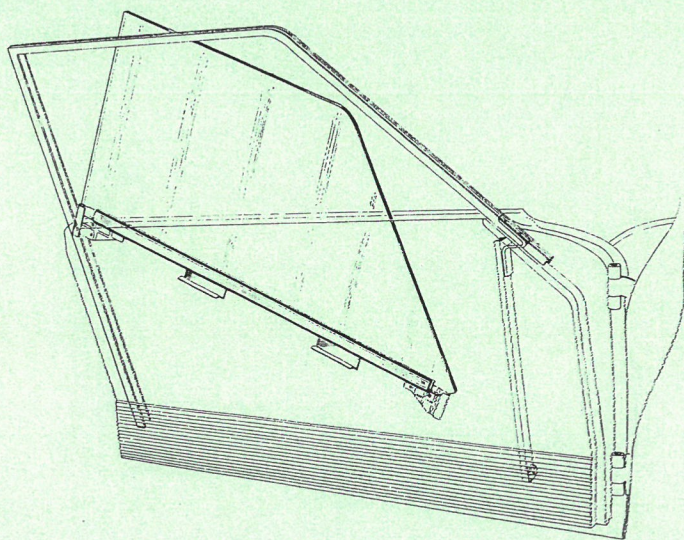

Fig. 15
— Basculer la vitre vers l'avant de la porte (fig. 15) puis la soulever verticalement dans cette position jusqu'à son dégagement complet.
— Engager la vitre dans la porte par l'extérieur du cadre dans la position indiquée (fig. 15), puis l'amener progressivement en position latérale. Engager le guide arrière (fixe) dans sa coulisse, le guide avant (réglable) dans sa coulisse, poser les deux vis et rondelles (7) fixant le guide, ne pas bloquer.